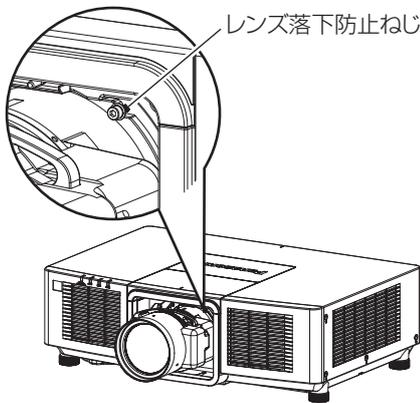

図1
1) 防じんスポンジを取り外す (図 1)
- 1) レンズ落下防止ねじを取り外す（図1）